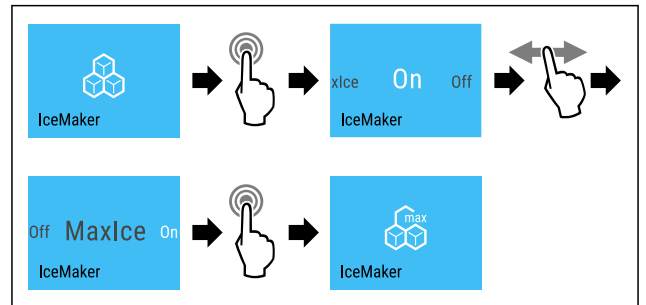

Fig. 18
- Proved'te akční kroky (viz Fig. 18).